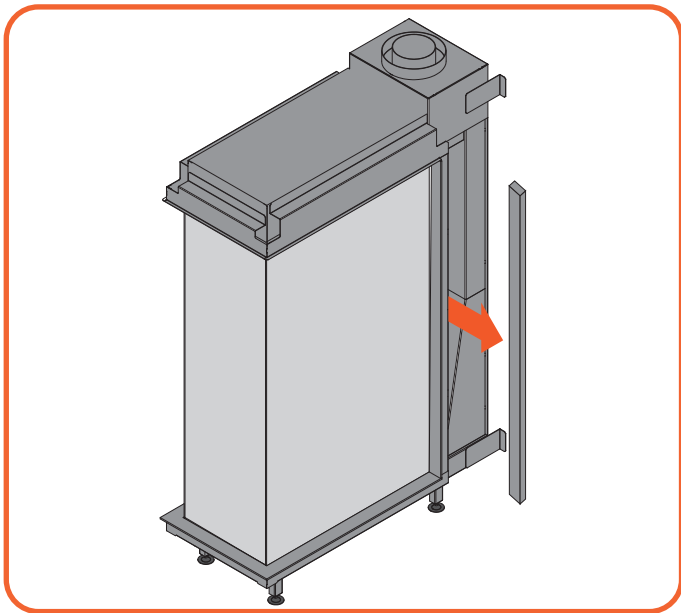

Abb. 9.4 Demontage der Seitenverkleidung
- Entfernen Sie beide Seitenverkleidungen. Sie werden durch magnetische Clips gehalten (Abbildung 9.4).